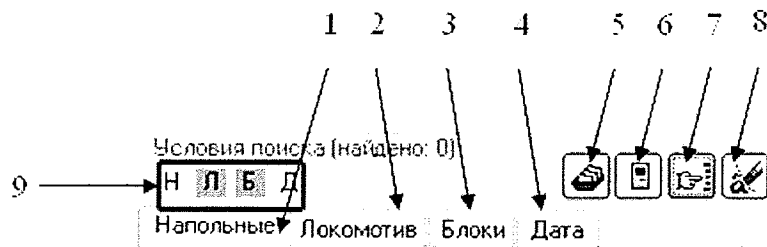
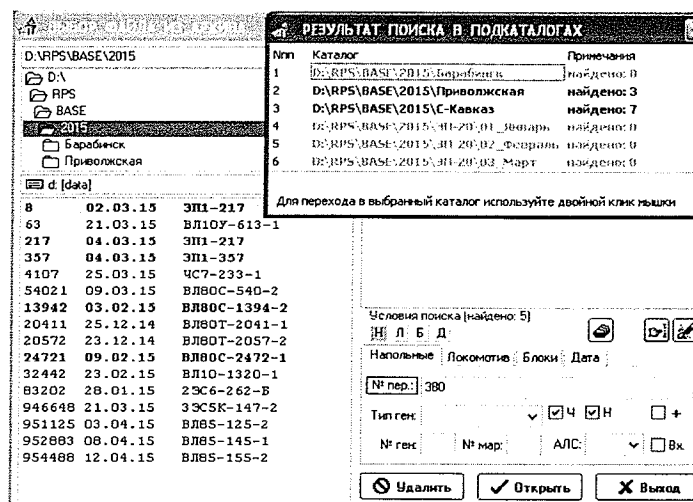
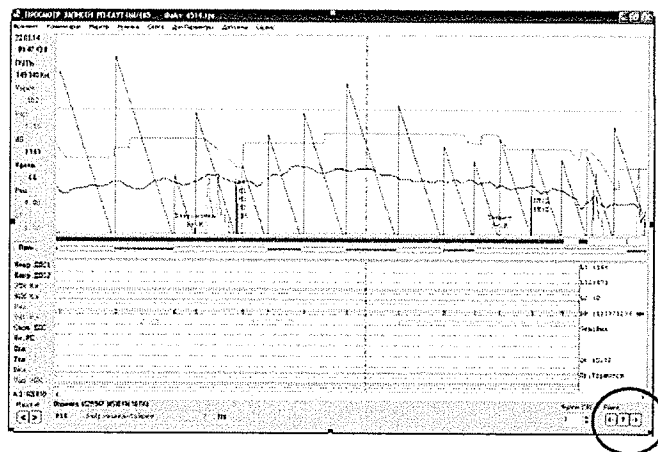
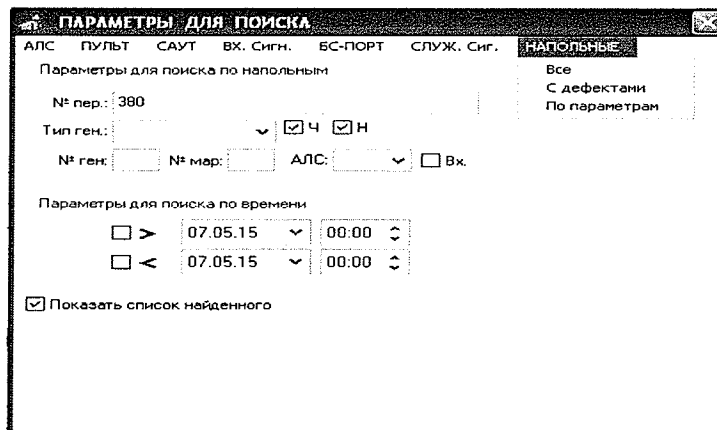

Рисунок 17 – Поле выбора условий поиска файла
Рисунок 18 – Результат поиска в архиве
Рисунок 20 – Кнопки поиска в окне просмотра РПС
Рисунок 21 – Выбор параметров поиска напольных устройств
Поиск из архива по параметрам активируется нажатием кнопки «Поиск по файлам» (поз.7 рисунок 17). Файлы РПС, соответствующие заданным параметрам поиска, выделены в каталоге синим цветом (рисунок 18).
Кнопка «Сброс условий поиска» (поз.8 рисунок 17) сбрасывает параметры поиска.
Индикаторы (поз.9 рисунок 17), подсвеченные зеленым цветом, указывают на группу, по параметрам которой производится поиск. Обозначение
Для просмотра результатов поиска следует открыть один из выделенных синим цветом (рисунок 18) файлов РПС. В правом нижнем углу (рисунок 20)
открывшегося окна просмотра регистратора нажать кнопку  («Выбор условий поиска»). В главном меню появившегося окна «параметры для поиска» выбрать пункт «напольные», далее – пункт «по параметрам» (рисунок 21). Просмотр результатов поиска проводится нажатием кнопок
(рисунок 21). Просмотр результатов поиска проводится нажатием кнопок «поиск назад», «поиск вперед», расположенных в правом нижнем углу (рисунок 20).
- активировать режим поиска по параметрам нажатием кнопки «поиск по файлам» (поз.7 рисунок 17);
Просмотр результатов поиска проводится нажатием кнопки «поиск вперед», расположенной в правом нижнем углу (рисунок 20).
Данная функция реализована в модуле «автоматизированное рабочее место по расшифровке записей регистратора параметров САУТ» («АРМ РПС») и требует установки дополнительного программного обеспечения. При нажатии кнопки «поиск в архиве АРМ» (поз.5 рисунок 17) открывается каталог хранения отчетов АРМ РПС (результатов автоматической расшифровки файлов РПС). Для начала просмотра выбранного файла необходимо при помощи "мыши" нажать кнопку «Открыть» или двойным нажатием щелкнуть по левой кнопке "мыши". Подробное описание работы с АРМ РПС в представлено в руководстве оператора АРМ РПС 13Г.104.00.00 РО.
Данная функция реализована в системе КИО САУТ и требует установки дополнительного программного обеспечения. Нажатие кнопки «поиск на сервере» (поз.6 рисунок 17) запускает внешний модуль, подключенный к серверу хранения файлов РПС. Подробное описание работы данной функции представлено в руководстве на КИО-САУТ.